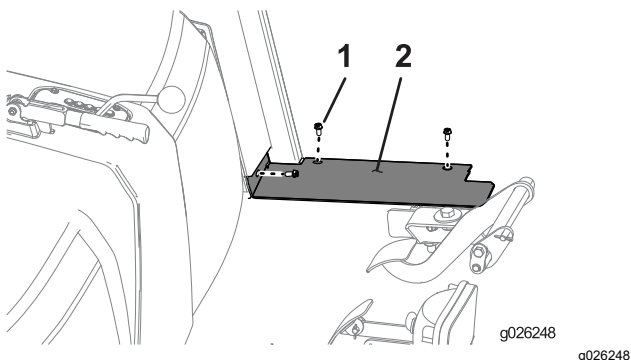

Figure 45
1. Montez les panneaux de plancher de chaque côté de la machine au moyen de 3 boulons (1/4"), comme montré à la Figure 45.